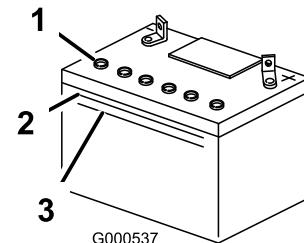

Bild 42
2. Sehen Sie sich die Seite der Batterie an. Der Füllstand muss bis zur oberen Linie reichen (Bild 42). Der Säurestand darf nicht unter die untere Linie fallen (Bild 42).
- Entfernen Sie die Entlüftungsdeckel von der Batterie (Bild 42).
- Gießen Sie langsam destilliertes Wasser in jede Batteriezelle, bis der Säurestand die obere Linie (Bild 42) am Batteriegehäuse erreicht.
- Warten Sie nach dem Füllen der Batteriezellen fünf bis zehn Minuten. Gießen Sie bei Bedarf destilliertes Wasser in jede Batteriezelle, bis der Säurestand die obere Linie (Bild 42) am Batteriegehäuse erreicht.